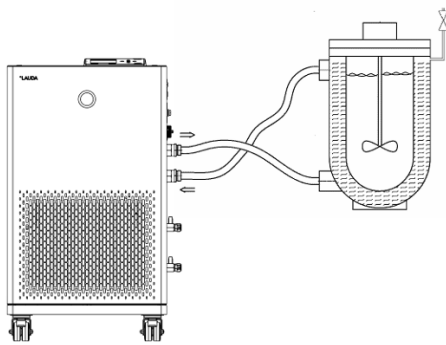

Fig. 35: Aplicación con válvula de purga de aire
- Una válvula de purga de aire Fig. 35 puede facilitar significativamente el proceso de purga de aire. Para esto, abra la válvula periódicamente con cuidado y deje salir el gas/aire hasta que salga líquido de la válvula. Después, vuelva a cerrar la válvula de purga de aire. Recoja el líquido en un recipiente adecuado. Vuelva a accionar la válvula en intervalos regulares hasta que ya no salga aire.